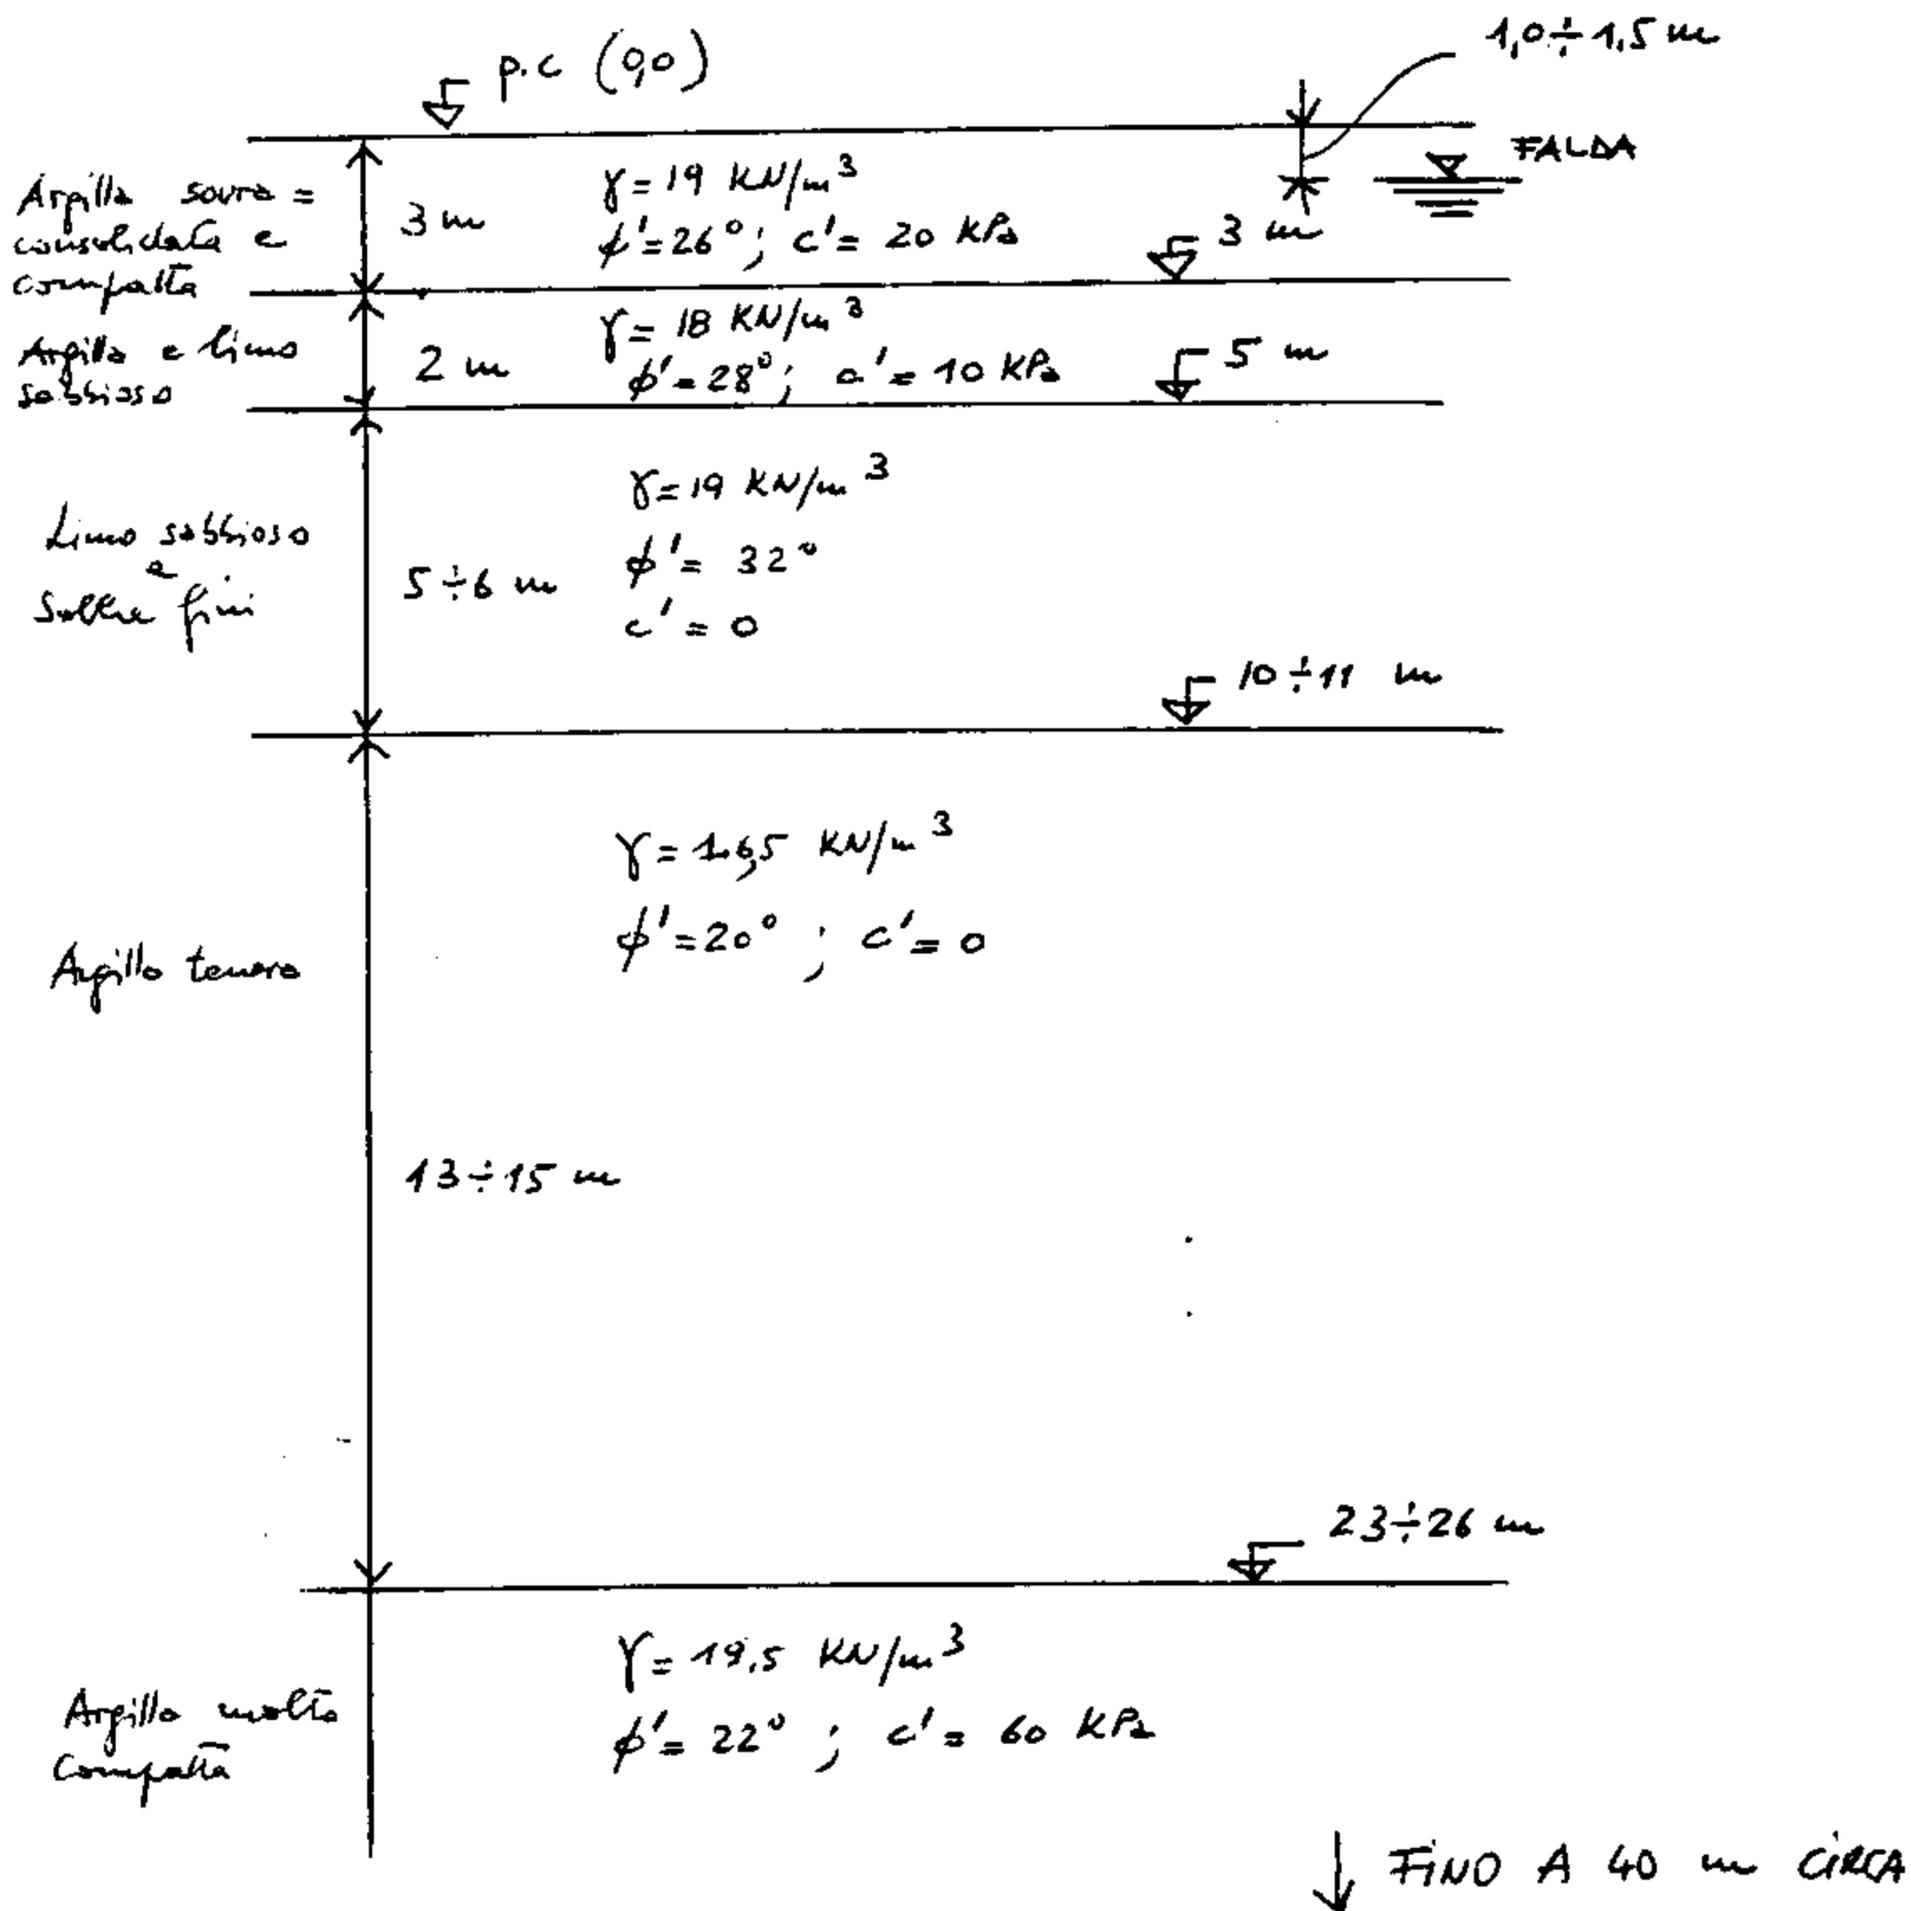

FIGURA 4
- Stratigrafia tipo e caratterizzazione geotecnica: essa è stata schematizzata in figura 4, insieme alle grandezze misurate in laboratorio. A causa della scadente qualità dei campioni indisturbati prelevati, la compressibilità (edometrica e non) va stimata sulla base dei risultati dell'indagine in sito.
I simboli di figura 4 hanno il seguente significato: